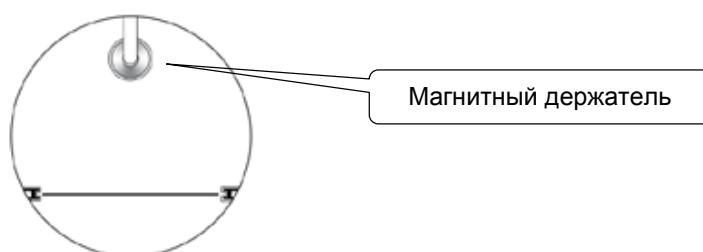

Рис. 3
**Внимание! Клапан должен быть ориентирован, как показано на Рис. 3**